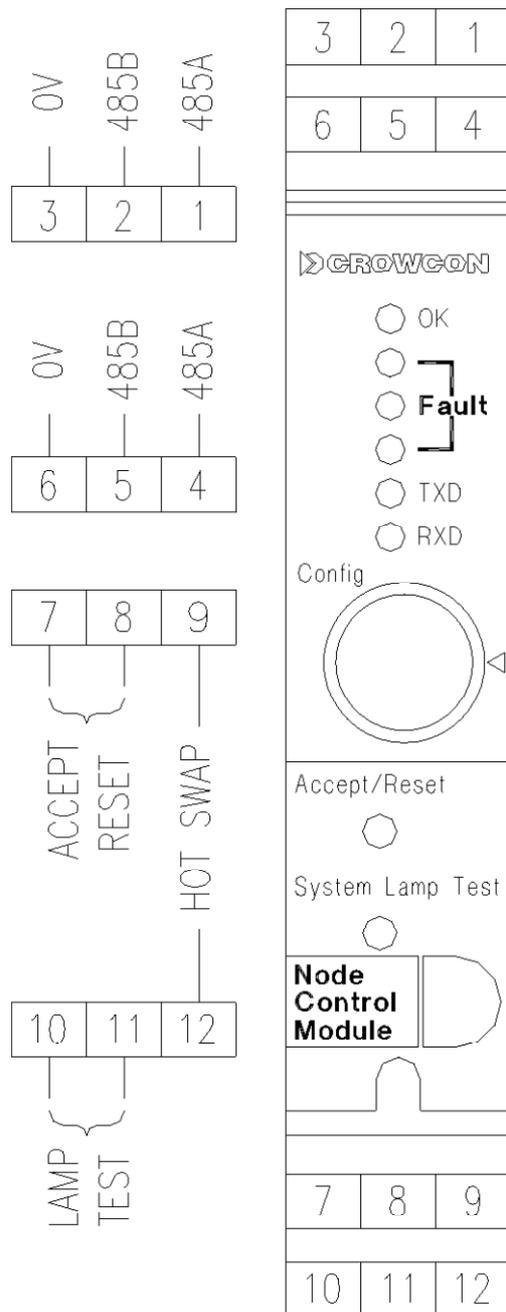

Abbildung 17: Schaltplan für das Knotensteuermodul
1. Zur Verwendung der Hot-Swap Option verbinden Sie die Knotensteuerklemme 9 mit Klemme 12, während das Gerät im Betriebsmodus ist (nicht auf einen Kanal festgefroren). Siehe Abbildung 17 in Anhang B. Während der Hot-Swap Phase ertönt der Schallgeber wiederholt und im Anzeigenfeld erscheint das Wort „Stop“. Das System beendet die Überwachung, aber die Relais verändern sich nicht.